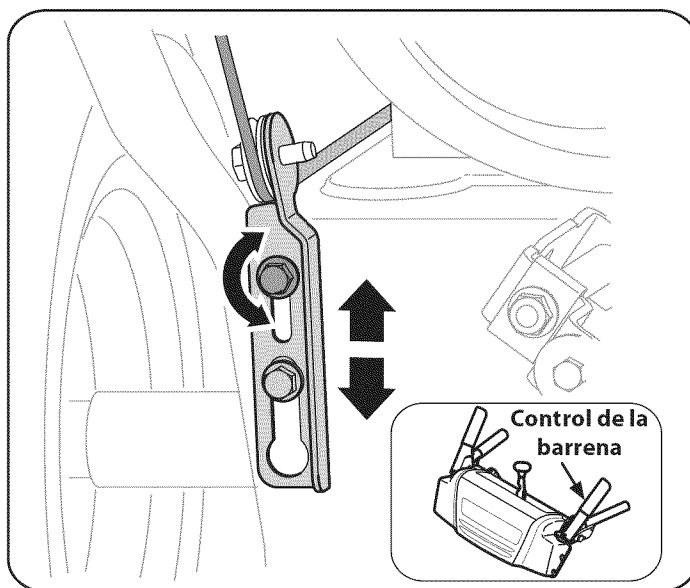

Figura 9
1. El control de la barrena se encuentra en el mango izquierdo. Consulte la Figura 9 el recuadro. Cuando se suelta el control de la barrena y está en posición desengranada arriba, el cable debe tener muy poco juego. NO debe estar tenso.
4. Deje la barrena engranada durante aproximadamente diez (10) segundos antes de soltar el control de la barrena. Repita esta operación varias veces.
8. Ubique la ménsula hacia arriba para brindar más juego (o hacia abajo para aumentar la tensión del cable). Vea la figura 9.